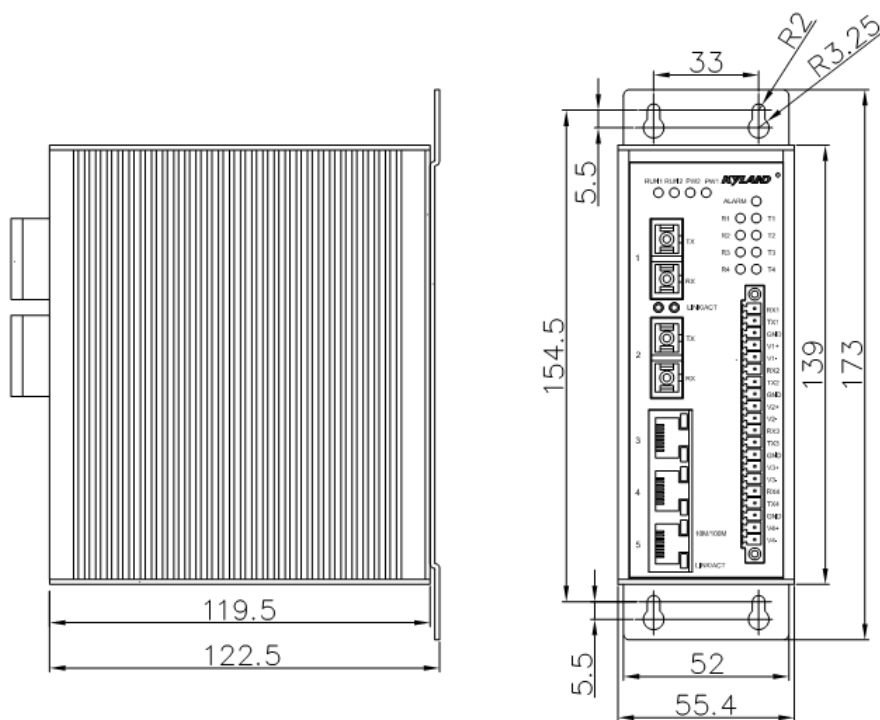

图 4-3 SICOM3005 壁挂式安装尺寸图
在某些应用场合可能不方便安装 DIN 轨，使用壁挂式安装将更加合适。可以为用户提供 SICOM3005 用于壁挂式安装的组件一壁挂板。壁挂式安装尺寸如图 4-3 所示。
3. 选择安装位置：垂直的墙壁或机柜的内壁。如果选择安装在垂直的墙壁上，则建议使用 $\Phi 6$ 塑料膨胀栓和 $\Phi 3$ 自攻螺丝安装设备，依据图 4-3 标注的安装尺寸，用冲击电钻在墙上打 4 个 $\Phi 6$ 孔，深度应能将 $\Phi 6$ 塑料膨胀栓完全塞入，把塑料膨胀栓完全塞入墙上的孔内以后，用十字螺丝刀将自攻螺丝拧入塑料膨胀栓内，但不要拧紧，保留 5 mm 左右的距离；如果要安装在机柜的内壁上，建议制作机柜时依据图 4-3 标注的安装尺寸在机柜内壁上开 4 个 M3 的螺纹孔，也可以现场用手电钻打四个 $\Phi 4$ 的孔，用十字螺丝刀将 4 颗 M3 $\times 10$ 的十字槽盘头螺钉装到 4 个孔上，如果孔内没有螺纹需在背面装 4 个 M3 的螺母。最后螺丝也不要完全拧紧，保留 5 mm 左右的距离。